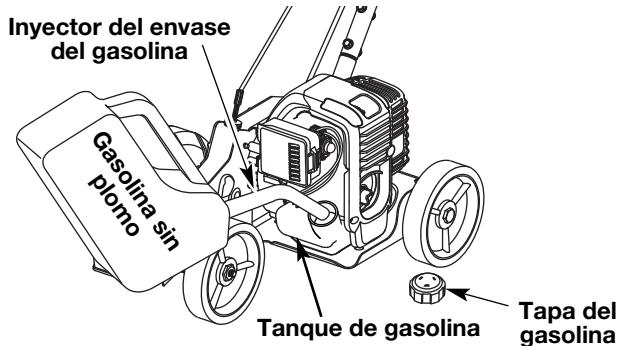

Fig. 10
- Saque la tapa de la gasolina (Fig. 10).
- Coloque el pico del recipiente de gasolina en el orificio de llenado del tanque de gasolina (Fig. 10) y llene el tanque.